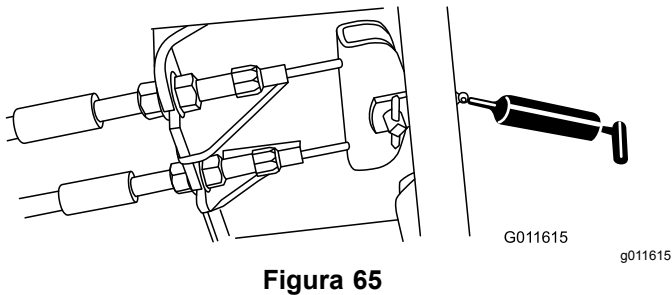

Figura 65
- Pedal de freno (1)—Figura 65